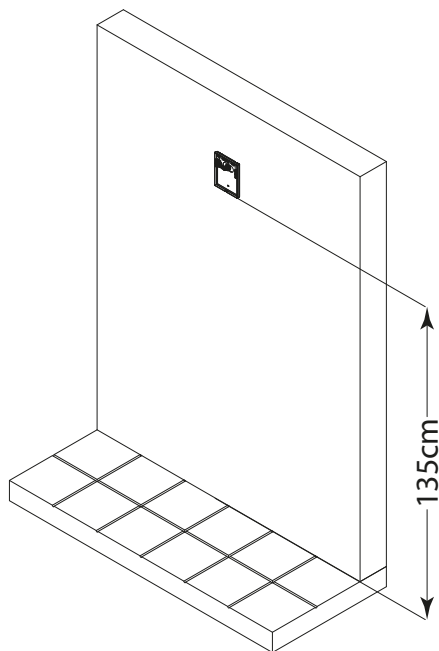
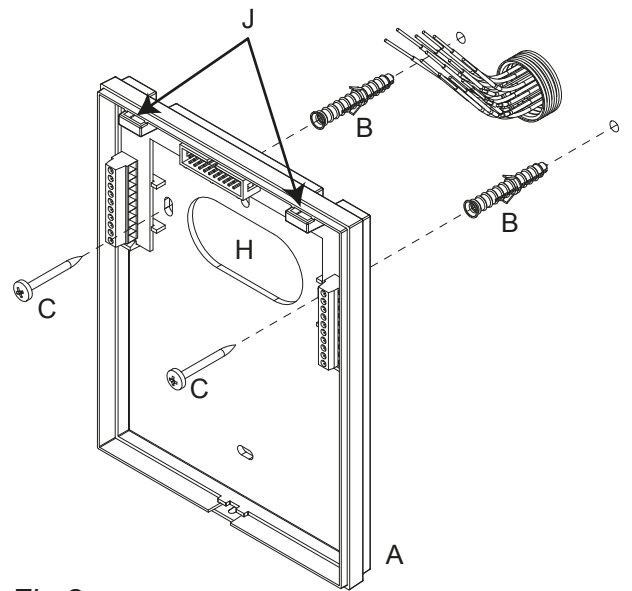
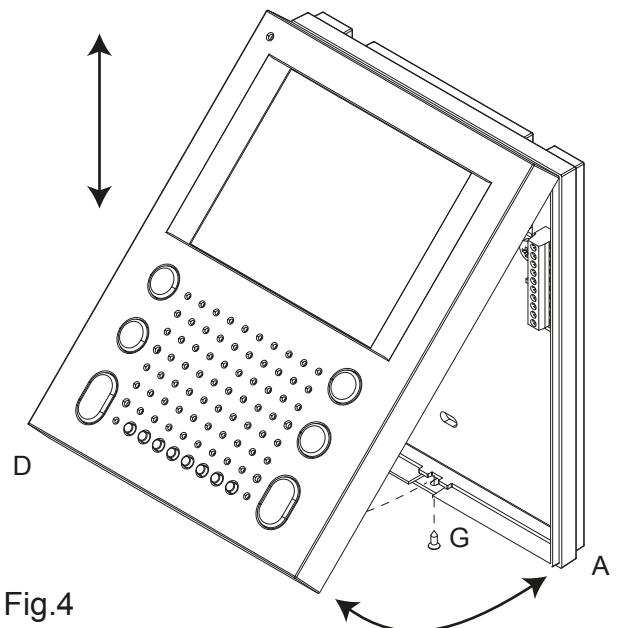

Fig.1
Fig.2
Fig.4
2. Appoggiare a parete la base "A" ad una altezza di circa 135cm (Fig.1) dal pavimento finito e prendere i riferimenti per i fori di fissaggio, tenendo presente che i conduttori devono passare attraverso la fessura "H" (Fig.2).
6. Con l'ausilio degli incastrì "J" (Fig.2) agganciare il coperchio "D" alla base "A" come mostrato in figura 4 quindi spingere la parte inferiore del coperchio "D" verso la base "A" e procedere al collaudo del sistema.
7. Terminato il collaudo del sistema, assicurare il coperchio "D" alla base "A" con l'ausilio della vite "G" (Fig.4).
2. Leaving approximately 135cm from the finished floor, fit the bottom "A" against the wall and mark the fixing holes considering that the cables must feed through the opening "H" (Fig.2)
3. Make the holes, and fix bottom "A" on the wall using the two wall plugs "B" and the two screws "C" as shown in figure 2.
6. Hook cover "D" to bottom "A" by using the two clips "J" (Fig.2) as shown in figure 4 then push down cover "D" towards bottom "A". Then proceed with system testing.
7. When finished the testing, fix cover "D" at the bottom "A" using the screw "G" (Fig.4).